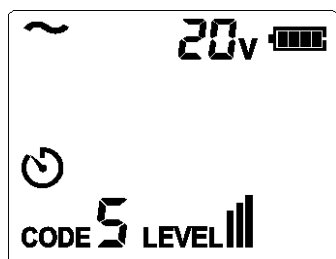

Figura 9.1c Medición de voltaje AC
6. Cuando el voltaje es de 8V ~ 480V DC/AC (50/60Hz). Si el voltaje medido es voltaje AC, entonces la pantalla es como se muestra en la Figura 9.1c.